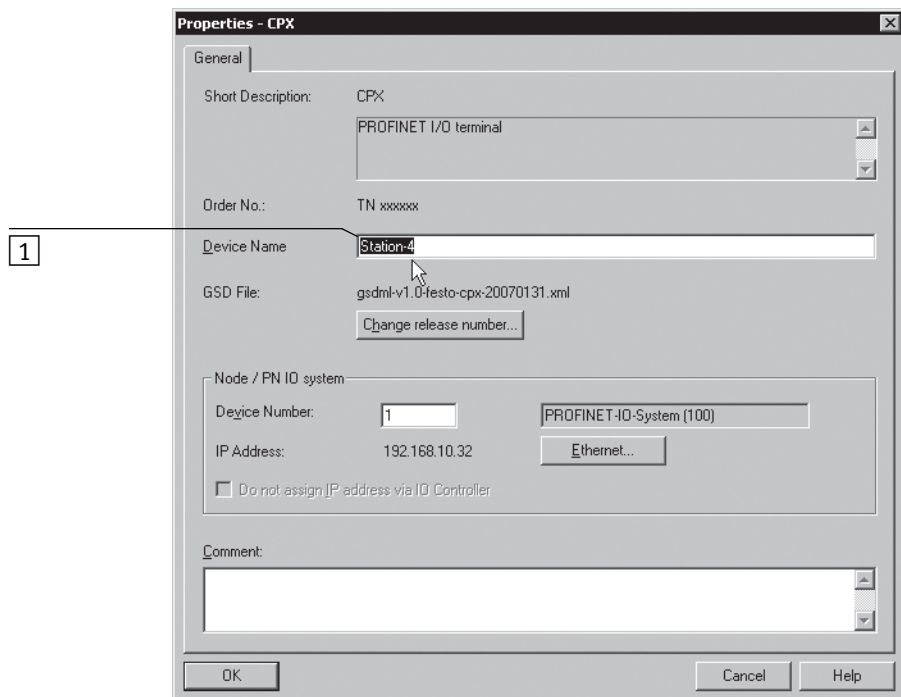

Fig. 2/4: Proprietà del terminale CPX – Nome dell'unità
7. Nel campo "Device Name" (1) in Fig. 2/4) o "Name" (1) in Fig. 2/5) immettere un nome univoco per il terminale CPX: ad es. CPX-01, stazione-xy o una denominazione specifica dell'applicazione.